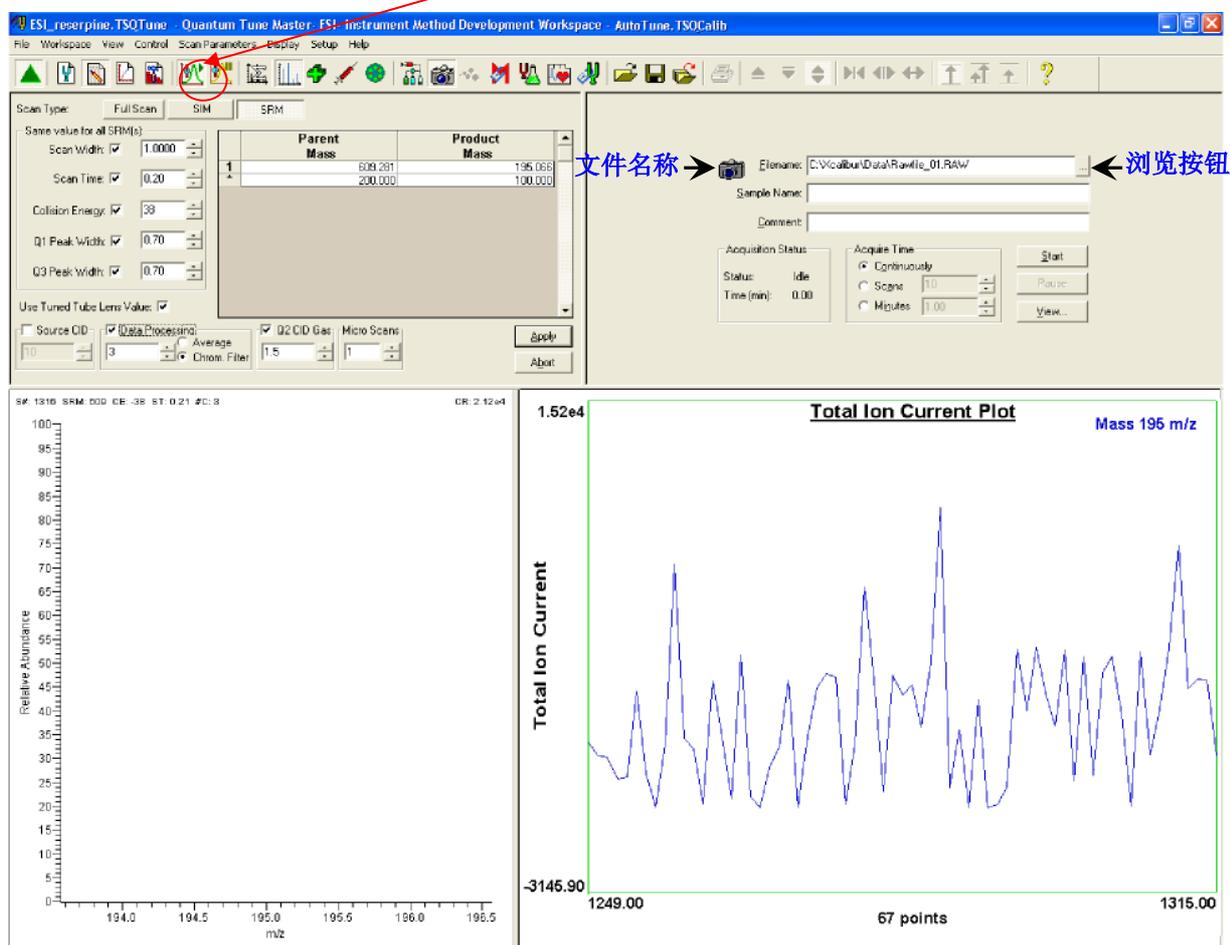

图 4-5. 仪器方法建立工作区域，图中显示的是 SRM 扫描类型
7. 在Control / Scan Mode工具栏上，点击Display TIC按钮，在工作区域右下角的Graph 视图中记录总离子流，见图4-5。